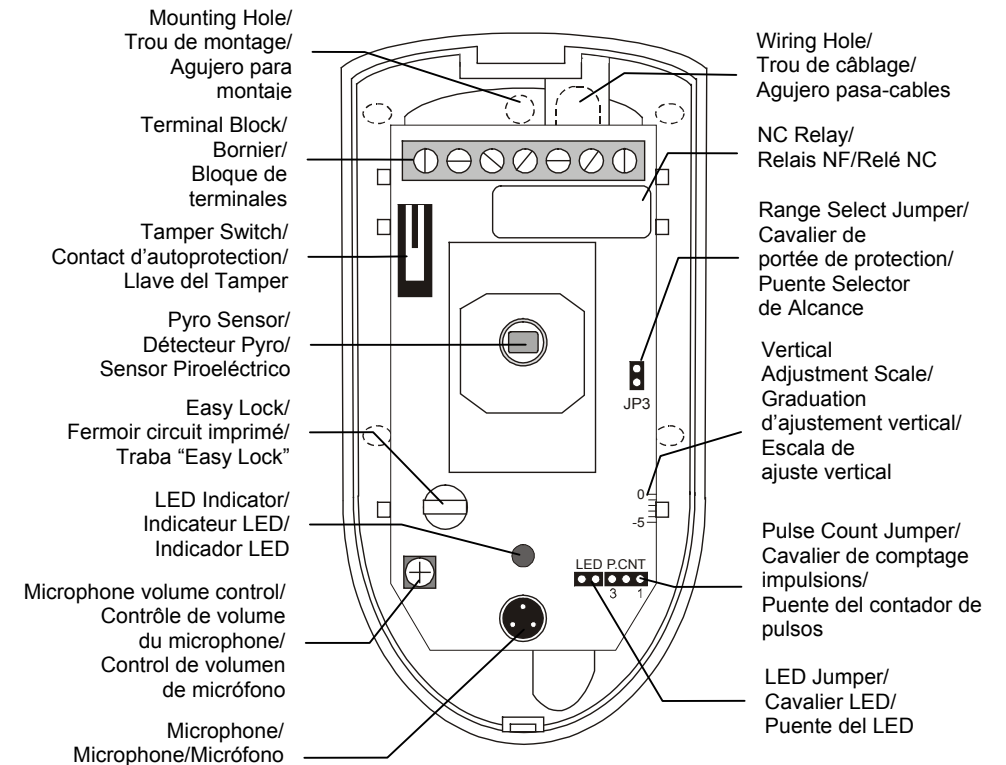

Figure 2: PCB / Figure 2: Circuit Imprimé / Figura 2: PCB
- Thread the wires** through the wiring holes (from the outside of the unit) using the appropriate wiring hole knock outs shown in Figure 2.
4. **Faire passer les fils** par les trous de câblage (hors de l'unité) en utilisant les outils passe fils appropriés (voir figure 2).